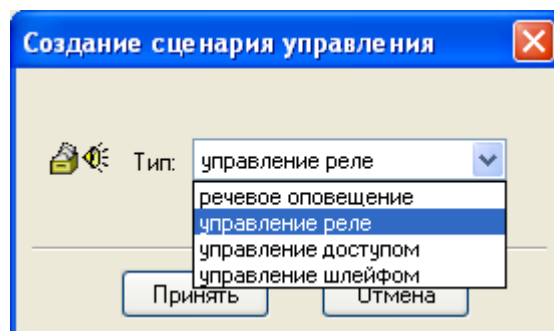

Рисунок 25
2. Перейдите на вкладку «Сценарии управления» с помощью кнопки . В появившемся окне «Создание сценария управления» выберите тип сценария «Управление реле», нажмите кнопку «Принять» (см. Рисунок 25).